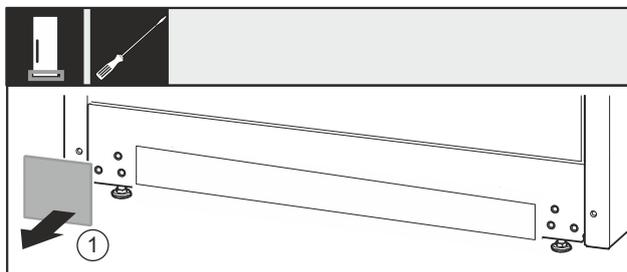

Fig. 35
- ▶ Abdeckung Fig. 35 (1) abnehmen.